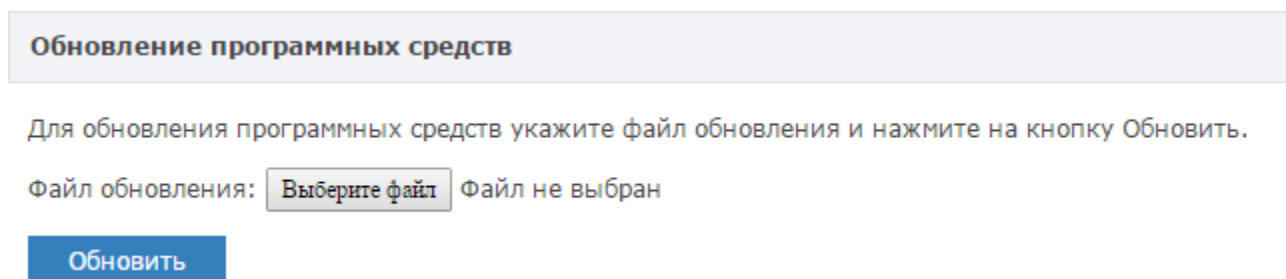

Рисунок 10.41 — Кнопка **Обновление ПО**
2. В блоке **Обновление программных средств** (рисунок 10.41) в поле **Файл обновления** укажите файл архива программных средств, нажмите на кнопку **Обновить**.